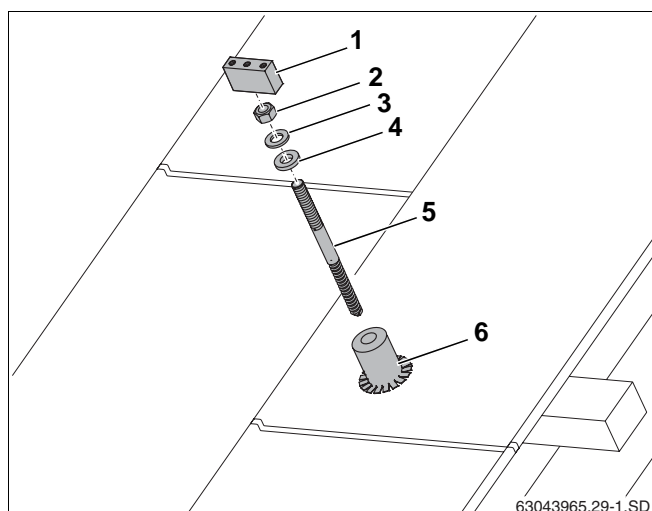

Bild 27 Montering på ett slätt plåttak
Istället för takhakar måste skruvstift (bild 27, **pos. 5**) användas vid fastsättning av profilskenor. Håll erforderliga avstånd (w, x och y) mellan skruvstiften (tab. 5 och tab. 6, sidan 14) vid montering.
För att garantera att taket är tätt måste kunden löda (bild 27, **pos. 5**) manschetter (bild 27, **pos. 6**) på plåttaket.